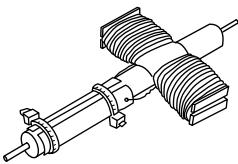

Bild 3
3) Die Hälfte des Drahtes auf der Pappspule mit gleichem Wickelsinn ohne Unterbrechung auf den Anker wickeln (Bild 3); dabei entfallen auf jede Ankerseite ca. 150 Windungen. Die beiden Enden der Wicklung müssen so lang bleiben (ca. 7 cm), dass sie unter den Kollektorblechen leicht festgeklemmt werden können.
4) Die abgeschliffenen Drahtenden werden durch das ausgestanzte Loch je eines Kollektorbleches geführt. Indem man die Kollektorbleche mit zwei Kabelbindern befestigt (Bild 3), werden die Drahtenden unter den Kollektorblechen festgeklemmt.